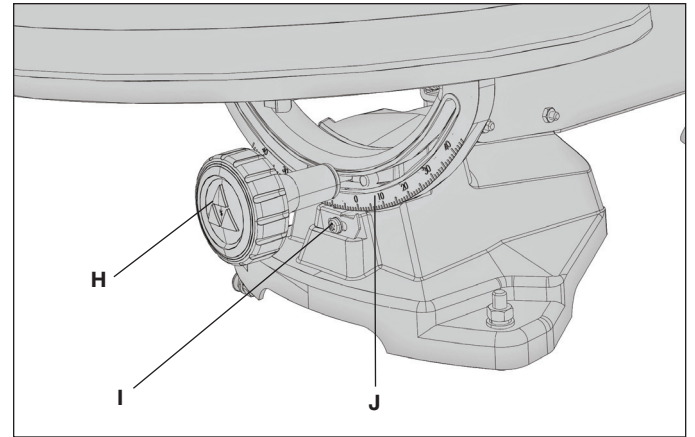

FIG. 10
La mesa de su sierra caladora se inclina hasta 45° hacia derecha o izquierda. Hay un posicionador a 0°. Para inclinar la mesa de la sierra, afloje la perilla del seguro de inclinación (H) Fig. 10, e inclínala hasta la posición deseada en la escala de inclinación (J), señalada por el indicador de inclinación (I).